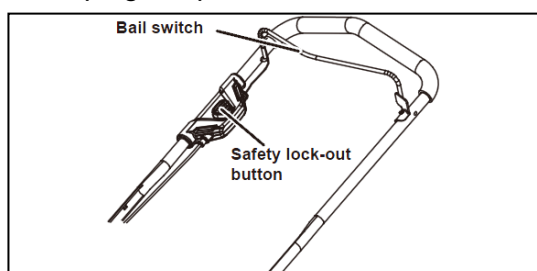

Fig. 3
- Appuyez sur le bouton de verrouillage de sécurité (1) et maintenez-le enfoncé. (Voir fig. 3)
- Tirez l'interrupteur à bille (2) vers le haut sur la poignée pour démarrer la tondeuse et relâchez le bouton.